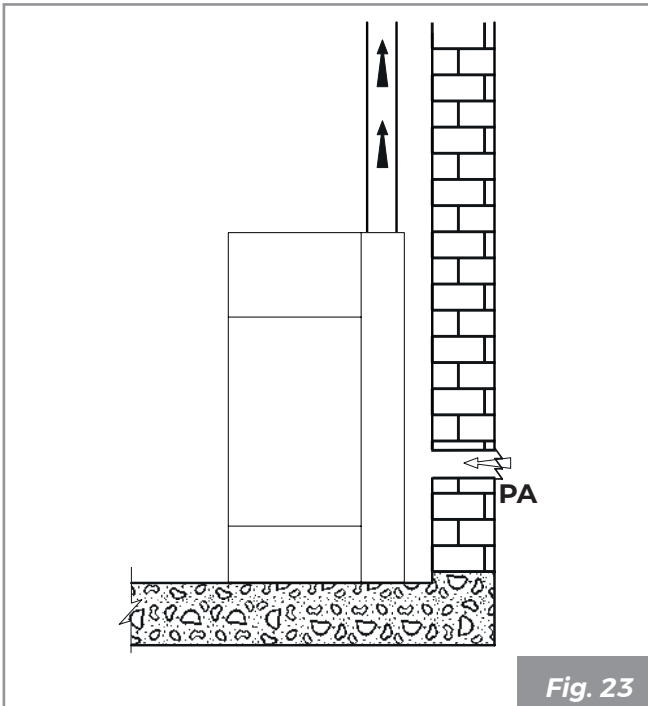
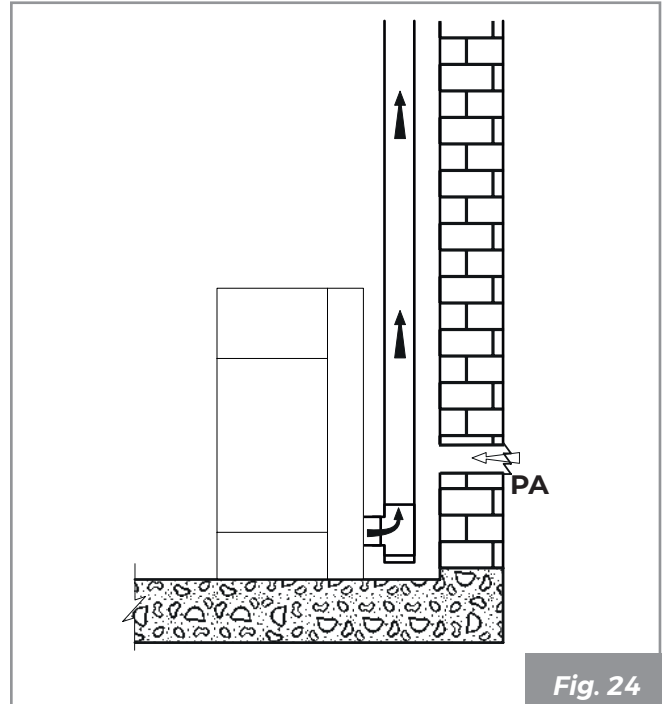

Fig. 23
Fig. 24
- il peut provenir du lieu d'installation ou de pièces voisines (**Fig. 23 - Fig. 24**)
Réaliser la prise d'air sur la paroi (**Fig. 23 e Fig. 24- PA = Air Intake**), et laisser l'appareil libre d'aspirer l'air dans la pièce, en prenant soin de raccorder le tuyau ondulé sur le tuyau d'entrée d'air, s'il est fourni, en le fixant avec le collier et en le pliant légèrement vers le bas afin de prévenir d'éventuels effets de résonance.